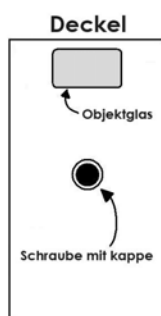
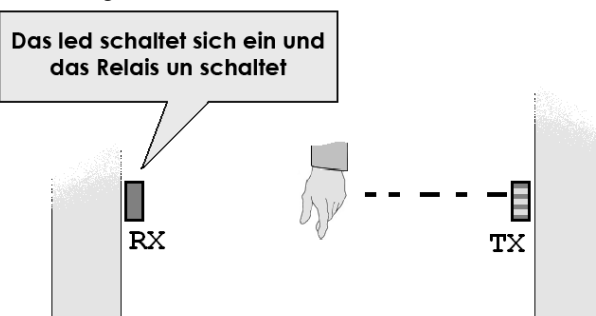

FIG. 8
FIG. 9
- 4) Photozellen einschalten und die Ausrichtung zwischen Empfänger und Funksender kontrollieren. Led des Empfängers geht an, wenn die Infrarotstrahlen unterbrochen werden (Fig.9).
- 5) Photozellen mit den bereitgestellten Schrauben und Kappen mit dem Deckel verschließen (4).
**VORSICHT:** Die Schrauben immer mit Kappen bedecken, um Eindringen von Wasser zu verhindern (Fig.8)
- 6) Nach Schließung des Deckels Funktionieren kontrollieren; in der Nähe des Empfängers hört man einen Klick des Relais, wenn der Strahl unterbrochen wird. (Fig.9)